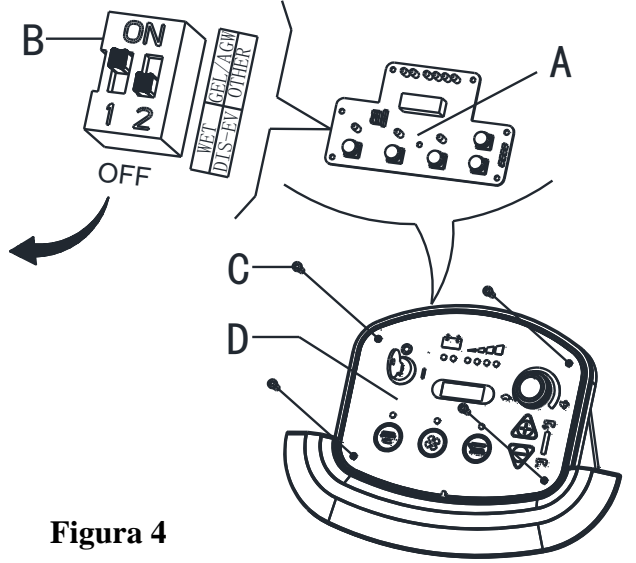

Figura 4
Quando instalar baterias novas, consulte a figura 4 para ajustar os interruptores DIP. Caso contrário as baterias podem ser danificadas.
1. Ligue a chave de ignição (35) para "I" e, nos primeiros segundos da operação, preste atenção ao seguinte:
- Se a primeira luz de aviso verde (38) estiver a piscar, a máquina está definida para GEL / AGM.
- Se a luz de aviso amarela (37) estiver a piscar, a máquina está definida para EV AGM Discover.
- Se a luz de aviso vermelha (36) estiver a piscar, a máquina está definida para WET.
3. Retire os parafusos do painel de controlo (C, Figura 4), gire o PCB (A Figura 4) para encontrar o interruptor DIP (B, Figura 4) para a definição do tipo de bateria (WET ou EV AGM Discover ou GEL/AGM) (Consulte 1 ou 2 ou 3).
1. Pressione os botões (A, Figura 4) e (B) ao mesmo tempo. Insira a chave de ignição (D) e ligue a alimentação; após 0.5 segundos, entre no modo de definição da bateria. LED acende-se durante a configuração (C). Liberte os botões.
2. O modo pode ser alterado de 0 a 5 pressionando o botão (B) ou de 5 a 0 pressionando o botão (A). Após a configuração do modo de bateria terminar, desligue a alimentação (D) e a configuração nova do modo de bateria pode ser guardado automaticamente.